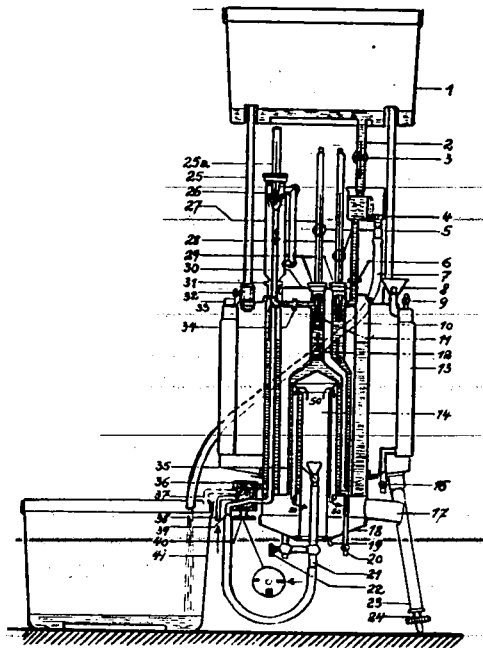

Fig. 2
Entleerungshahn 2o unten am Kalorimeter öffnen (Fig. 2): Wenn kein Wasser mehr austritt, Apparat wieder etwas seitwärts kippen.
**Fig. 5. Stellung II.** Während einer Heizwertbestimmung (vgl. Fig. 2). Das Wasser läuft aus Behälter 1 in das Kalorimeter und drückt das Gas in den Brenner. Überschüssiges Wasser läuft in Behälter 4.